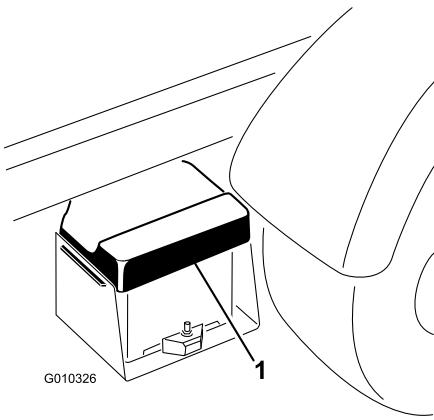

Bild 5
- Nehmen Sie die Batterieabdeckung vom Batteriekasten ab (Bild 5).